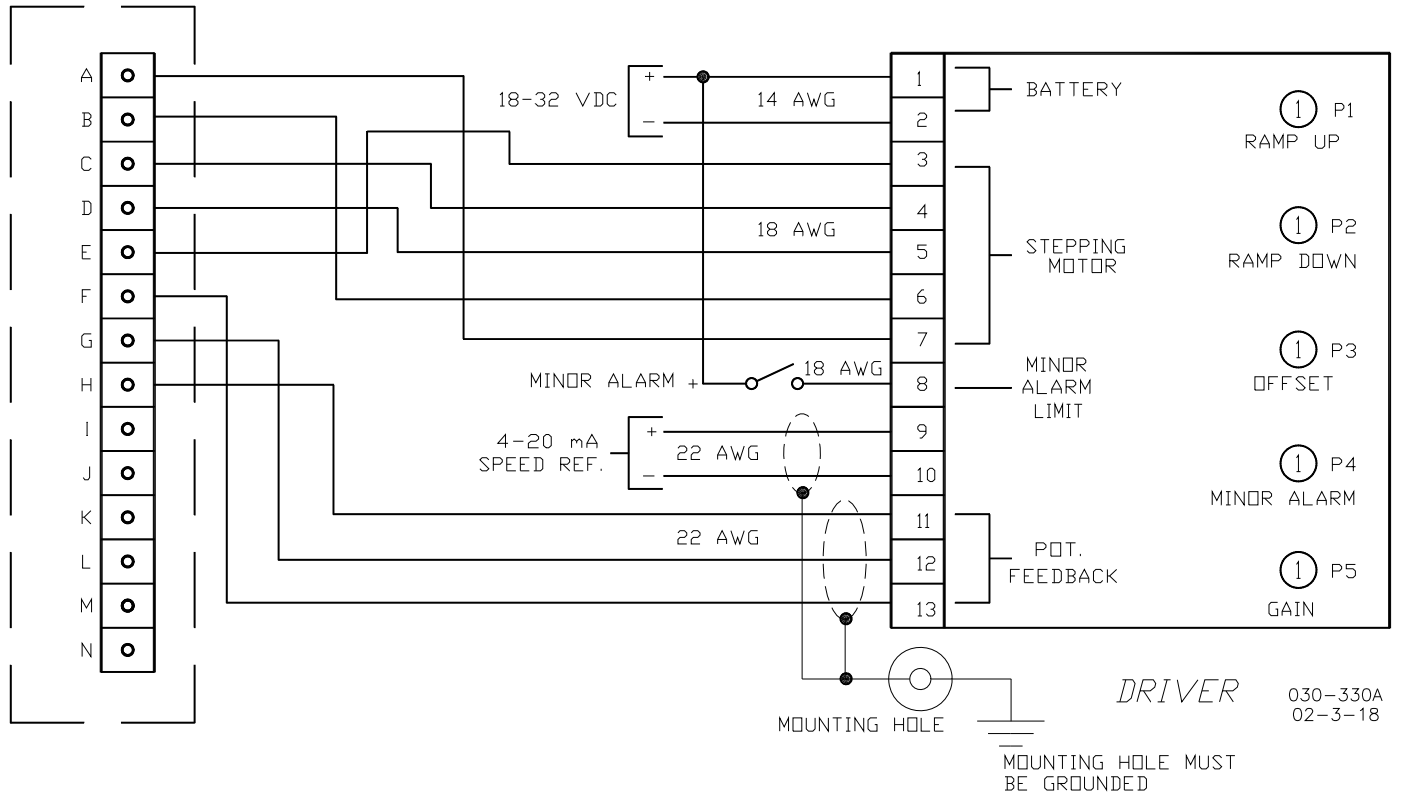

图 1-4. 接线图
接连图中表示了外部接线和屏蔽线的要求（图1-4）。本节解释了连线和屏蔽要求。
如图1-4所示，连接24V的电源到控制器放大器的端子1和2上，正极接到端子1上。
连接方式在图1-4中表示了出来。
如果使用辅助报警功能，放大器的端子8必须连接到报警装置，这样当出现辅助报警时（例如低油压或高水温），24伏的电压会加到端子8上。24Vdc电源应该能提供供给端子8（见图1-4）。
6. 按照电路图（图1-4）接线。